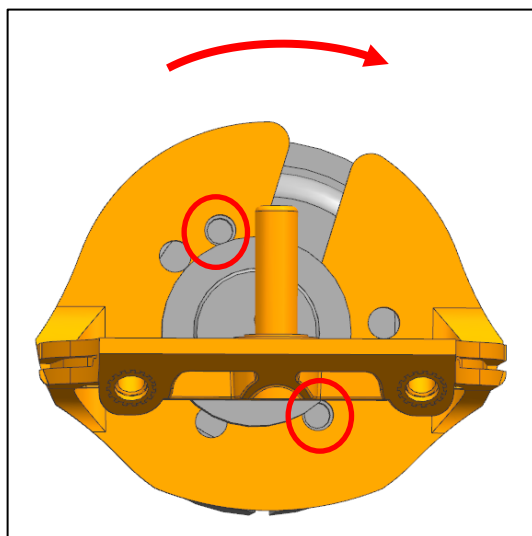
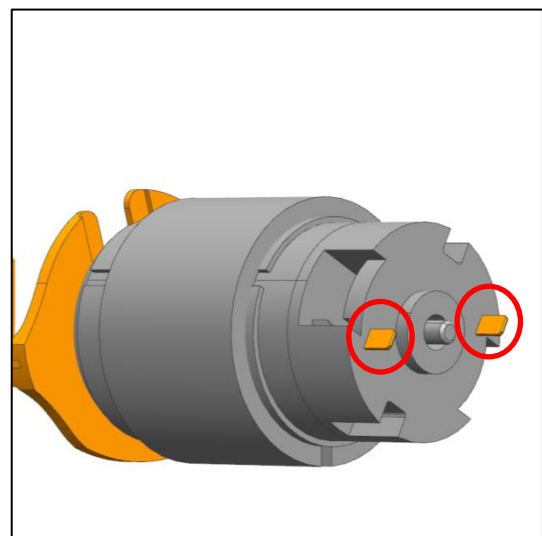

Abb. 31
Abb. 32
- c) Drehen Sie den Motor bis die Bohrungen des Motors konzentrisch zu denen des Motorhalter steht (Abb. 31). Achten Sie dabei darauf, dass die Lötflächen am Motor Waagerecht stehen (Abb. 32).